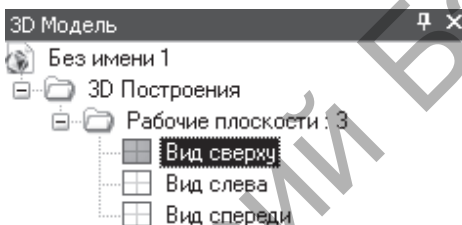

Рисунок 4.1
1. Создайте новый документ, выбрав в меню «Файл→Новая 3D-модель». При необходимости подключите вкладку «Структура 3D-модели». Выберите рабочую плоскость «Вид сверху» (рис. 4.1). Чтобы начертить, выберите команду «Построение→Прямая».